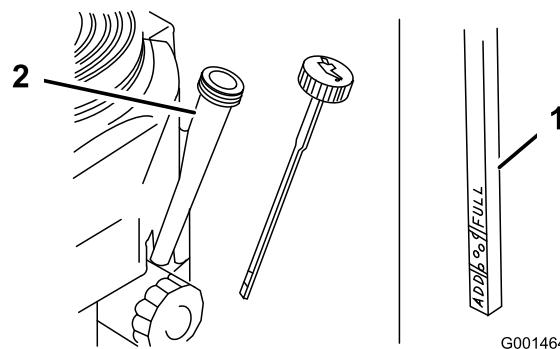

Figura 31
- Limpie alrededor de la varilla de aceite (Figura 31) para impedir que caiga suciedad por el orificio de llenado y cause daños en el motor.
- Desenrosque la varilla de aceite y límpie el extremo (Figura 31).
- Deslice la varilla a fondo en el tubo de llenado, pero no la enrosque en el tubo (Figura 31).
8. Vierta lentamente un 80% aproximadamente de la cantidad especificada de aceite por el tubo de llenado (Figura 31).